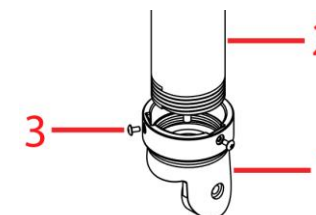

Figura 7
- A. Coloque el adaptador de montaje en poste/colgante (1) (Figura 7) sobre una tubería de agua de rosca macho NPT de 1 ½" (48,26 mm) (2) (Figura 7) e instale los dos tornillos M3x0.5P (L = 6 mm) en el adaptador de montaje colgante con la llave Torx de seguridad T10.